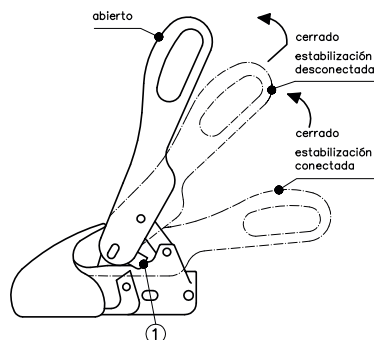

Figura 6
Tirar lentamente hacia arriba la palanca de mando, para desactivar la estabilización (Figura 6)
palanca de mando para desactivar la estabilización (Figura 6), tirar hacia atrás la palanca de mando y simultáneamente continuar levantando (Figura 6), de manera tal que las pletinas laterales de seguridad (1) se vuelquen sobre las superficies de seguridad y la palanca de mando pueda ser puesta en posición abierta. Con ayuda de una rueda de rodadura de la barra de tracción ahora se puede desacoplar el vehículo tractor.